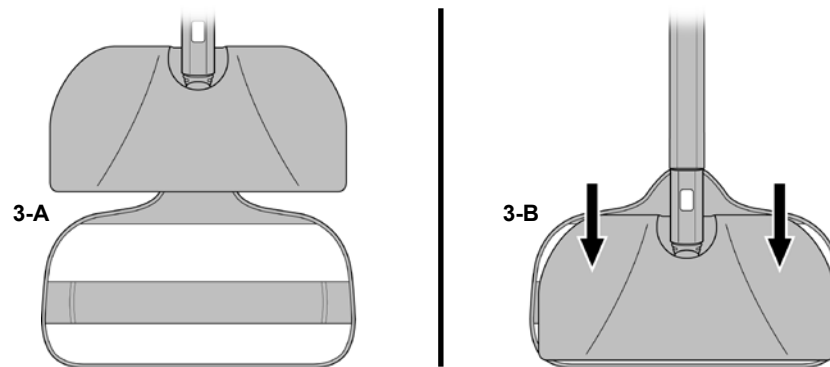

図3
2. モップヘッドをマイクロファイバーの上に載せてください。図のように真ん中に置いてください。(図3-A)